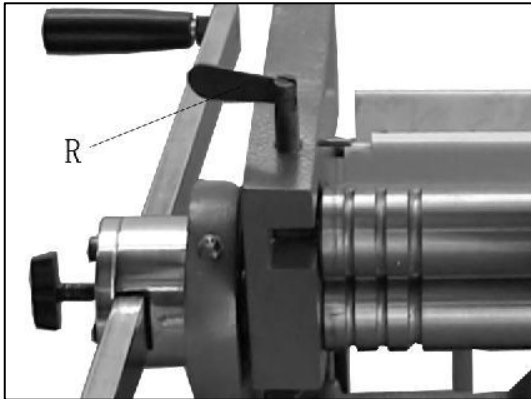

Abbildung 12
9. Schraube (R, Abbildung 12) lösen
12. Bauen Sie die obere Rolle wieder ein und ziehen Sie die Schraube (R, Abbildung 12) fest.